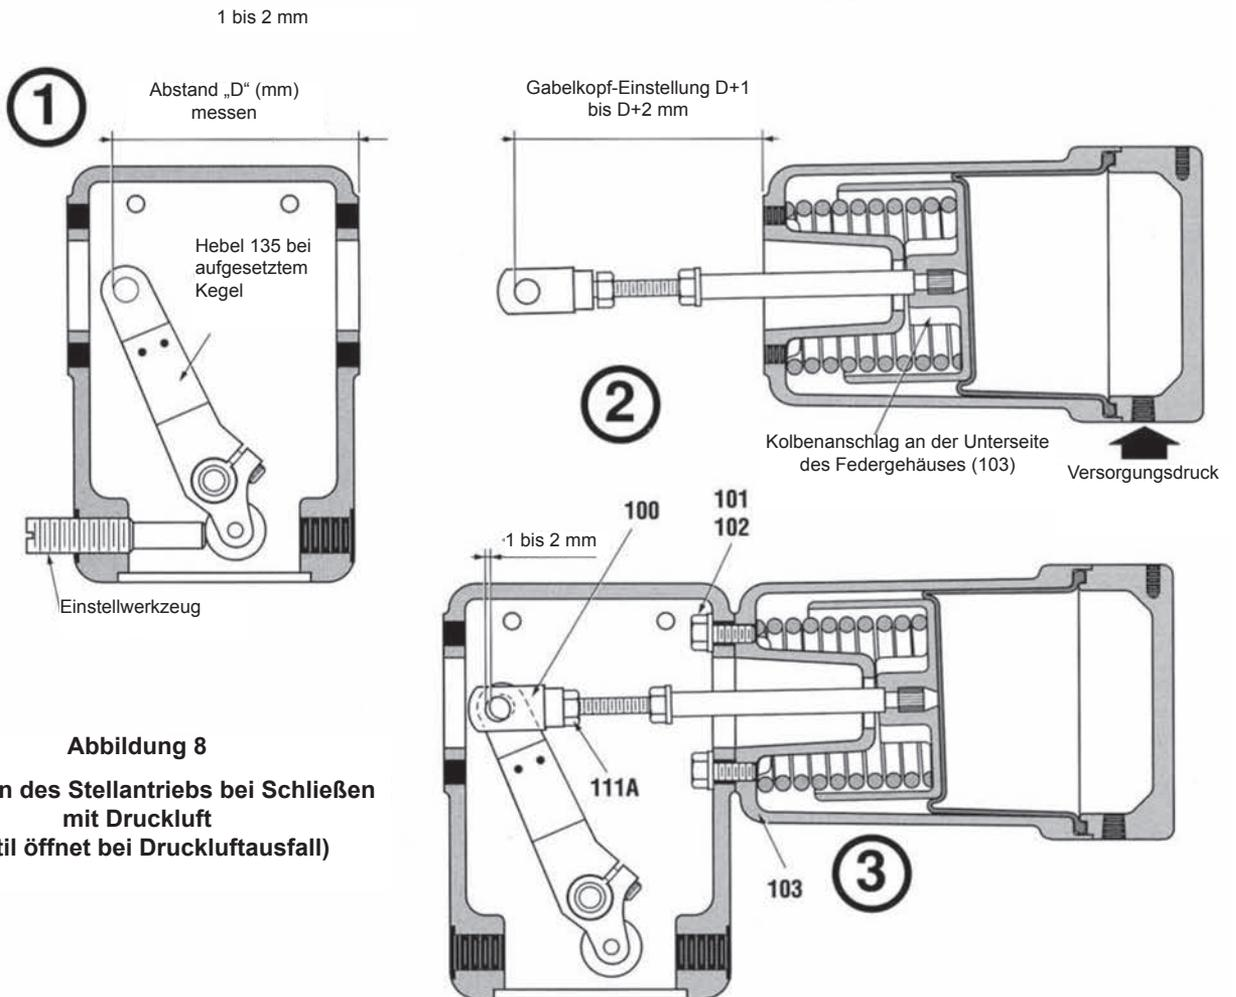

Abbildung 8
B. Ventil bei Druckluftausfall geöffnet (Öffnen mit Druckluft) (Abbildung 8)
- a. Wenn der Hebel die Stellung für die erforderliche Dichtheit erreicht hat, ist der Abstand „D“ zwischen der Kontaktfläche Federgehäuse – Antriebsjoch bis zum Rand der Bohrung des Gabelkopfbolzens im Hebel (135) zu messen.
- b. Der Stellantrieb ist mit Druckluft zu beaufschlagen, damit der Federbolzen vollständig ausfährt. Stellen Sie den Gabelkopf (100) so ein, dass der Abstand zwischen dem Rand der Bohrung des Gabelkopfbolzens bis zur Kontaktfläche des Jochs 1 bis 2 mm größer als der zuvor gemessene „D“ Abstand ist.
- c. Entfernen Sie das Handrad oder das Einstellwerkzeug und befestigen Sie das Federgehäuse mit den Schrauben (101) und Unterlegscheiben (102).
2. Bewegen Sie den Stellantrieb in eine Mittelstellung, richten Sie den Hebel zu den Bohrungen des Gabelkopfs aus, setzen Sie den Gabelkopfbolzen (124) ein und bringen Sie die U-Klammern (122) an.
4. Drücken Sie den Hebel (135) zum Wellenlager (125) und ziehen Sie die Kopfschraube am Hebel (137) an.
5. Stellen Sie die Anzeiger (154) fest, schrauben Sie ggf. das Handrad (141) ein und montieren Sie die Unterlegscheibe (139) und den Sicherungsring (138). Verriegeln Sie das Handrad in der Neutralstellung. Bringen Sie die restlichen Abdeckungen (118, 121, 130 und 133) an.